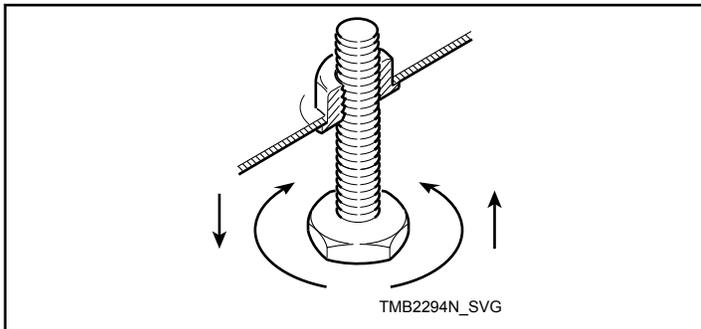

图 2
5. 调整调平脚，使烘干箱保持平稳，或者保证机器前部高度不超过 3.18 毫米 [0.125 英寸]。参考图 2。确保烘干箱不会摇晃。